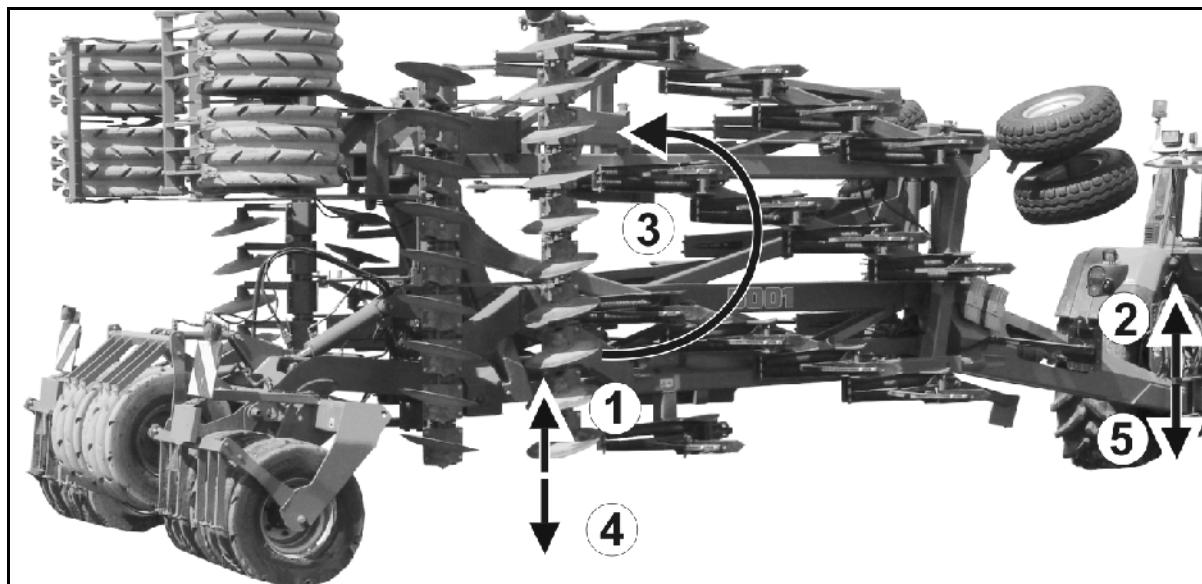

Fig. 62
- Løft maskinen helt (Fig. 62/1), vendeteigstilling!
3. Løft opp traktorens trekkstenger (Fig. 62/2).
- Fold maskinen helt sammen (Fig. 62/3).
- Senk maskinen (Fig. 62/4).
6. Senk traktorens trekkstenger (Fig. 62/5).